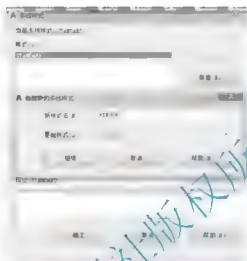

图 2.78 创建新的多线样式
(1) 执行菜单栏中的【格式】|【多线样式】命令,弹出【多线样式】对话框。单击【新建】按钮,弹出【创建新的多线样式】对话框,如图2.78所示。在【新样式名】文本框内输入“WINDOW”,单击【继续】按钮,弹出【新建多线样式: WINDOW】对话框。